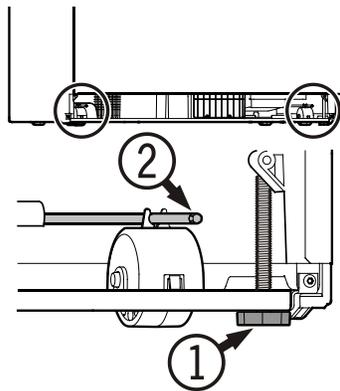

Figure 17
Mise à niveau de l'appareil - Figure 17
Afin d'éviter que l'appareil ne bascule vers l'avant, les pieds réglables ① (Figure 17) doivent être en contact avec le sol.